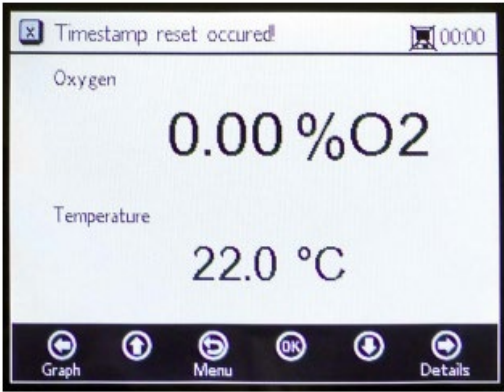

Abbildung 13. Warnung: Zeitstempel zurückgesetzt
- Wird die Spannungsversorgung zum Analysator deaktiviert, werden Uhrzeit und Datum beim Hochfahren auf 0 gesetzt. In der Statusleiste erscheint eine Warnung, siehe Abbildung 13.